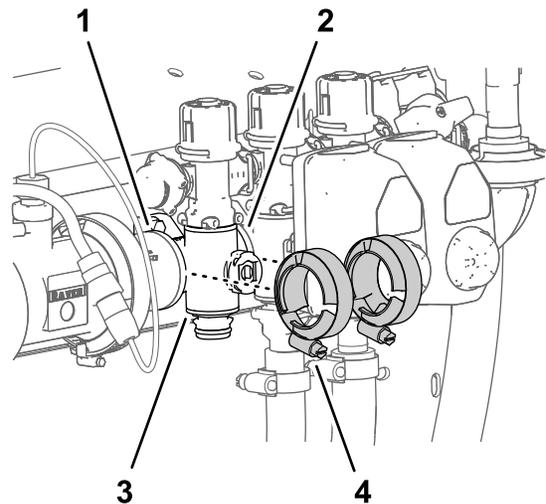

Figura 109
3. Retire las 2 bridas de fijación que sujetan el distribuidor de sección a las bridas de los componentes adyacentes (Figura 109).